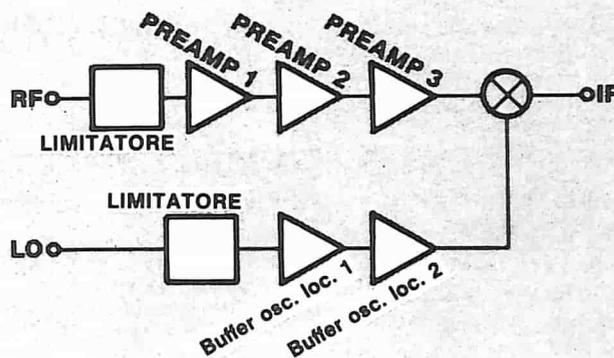

Figura 2. Schema funzionale a blocchi, che indica la disposizione fondamentale del progetto di un circuito integrato al Ga As.
Il circuito integrato del ricevitore (figura 1) ha le dimensioni di 1 x 1,65 mm e contiene i limitatori, tre stadi preamplificatori in radiofrequenza, un miscelatore a doppio bilanciamento e due stadi buffer per l'oscillatore locale (figura 2). L'integrato contiene anche i circuiti necessari per il limitatore, il controllo automatico di guadagno e le funzioni di polarizzazione (figura 3). La presenza di diodi limitatori a barriera di Schottky agli ingressi di alta frequenza (RF) e dell'oscillatore locale (LO) produce un effetto trascurabile sul costo complessivo del circuito integrato, mentre elimina la necessità di componenti esterni destinati al medesimo scopo. I circuiti limitatori rendono anche minimo lo scarto di circuiti integrati dovuto a scariche di elettricità statica durante i collaudi.
diafonia, poichè l'interazione tra i canali è principalmente di tipo capacitivo. Il cablaggio del commutatore di modo S11 dovrà essere modificato qualora venga collegato un buffer in serie ad uno o più ingressi. La figura 2 (a e b) mostra come dovrà essere eseguita questa modifica. Nel funzionamento "mono", le resistenze Ry ed Ry' fanno in modo che uno dei buffer non risulti caricato dalla bassa impedenza d'uscita dell'altro buffer. Queste resistenze verranno escluse durante il funzionamento "stereo" e "stereo invertito", altrimenti potrebbero aumentare l'impedenza di linea.